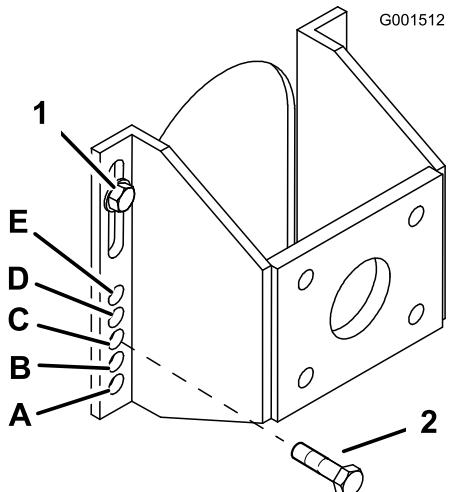

Figure 19
- Desserrez, mais n'enlevez pas, les 2 boulons d'essieu supérieurs (Figure 19).
- Enlevez les 2 boulons d'essieu inférieurs (Figure 19).
- Élevez ou abaissez le support de fixation pour insérer les 2 boulons de réglage d'essieu dans le trou voulu (Figure 19). Vous pouvez utiliser un pointeau conique pour faciliter l'alignement des trous.